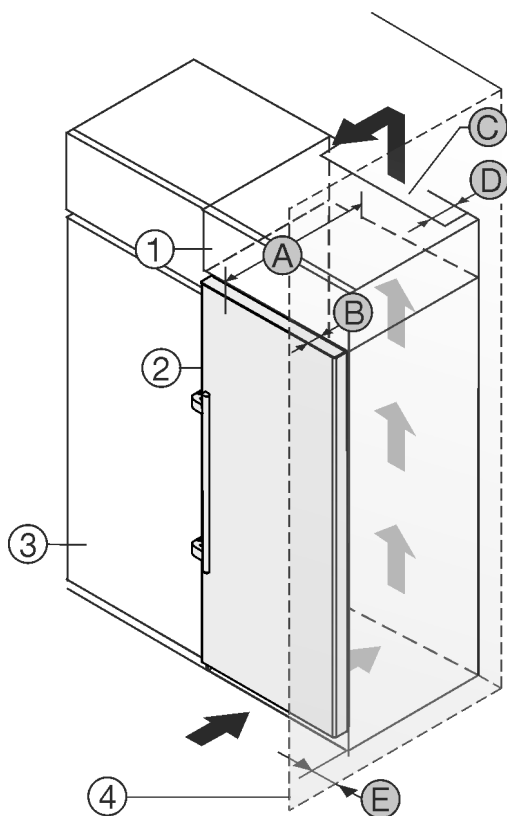

Fig. 24
Das Gerät kann mit Küchenschränken umbaut werden. Um das Gerät Fig. 24 (2) der Küchenzeilenhöhe anzugleichen, kann über dem Gerät ein Aufsatzschrank Fig. 24 (1) angebracht werden.
Wird das Gerät direkt neben einem Küchenschrank Fig. 24 (3) aufgestellt, so ist ein Abstand von mind. 5cm zum Gerät notwendig. Um die Türe vollständig öffnen zu können, muss das Gerät um die Tiefe Fig. 24 (B) gegenüber der Küchenschrankfront vorstehen. Abhängig von der Tiefe der Küchenschränke und Verwendung von Wandabstandshaltern kann das Gerät weiter herausragen.
- An der Rückseite des Aufsatzschrankes muss ein Abluftschacht mit der Tiefe Fig. 24 (D) über die gesamte Aufsatzschrankbreite vorhanden sein.
- Unter der Raumdecke muss der Entlüftungsquerschnitt Fig. 24 (C) eingehalten werden.
Wenn das Gerät mit den Scharnieren neben einer Wand Fig. 24 (4) aufgestellt wird, muss der Abstand Fig. 24 (E) zwischen Gerät und Wand eingehalten werden. Dies entspricht dem Griffüberstand bei geöffneter Tür.